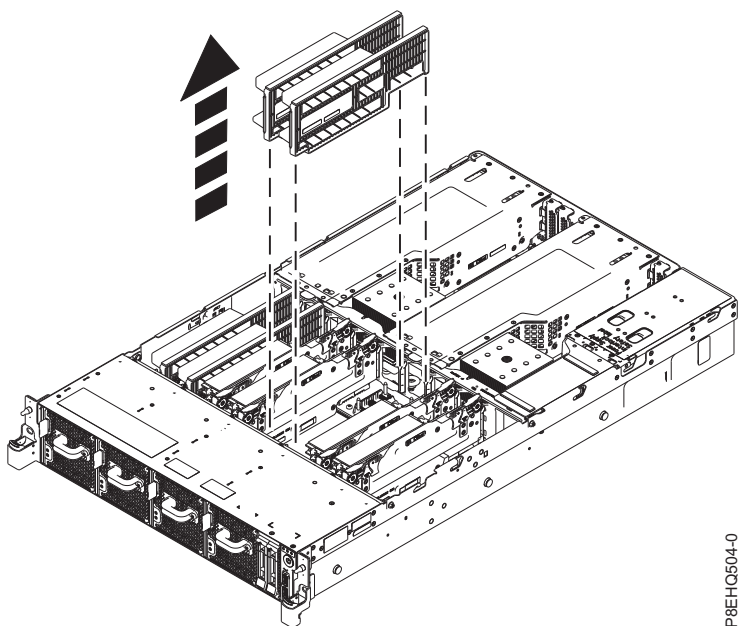

Figura 31. Removendo dois preenchedores do sistema
3. Para cada riser que você estiver instalando, remova um preenchedor do slot de destino. Consulte Figura 31.